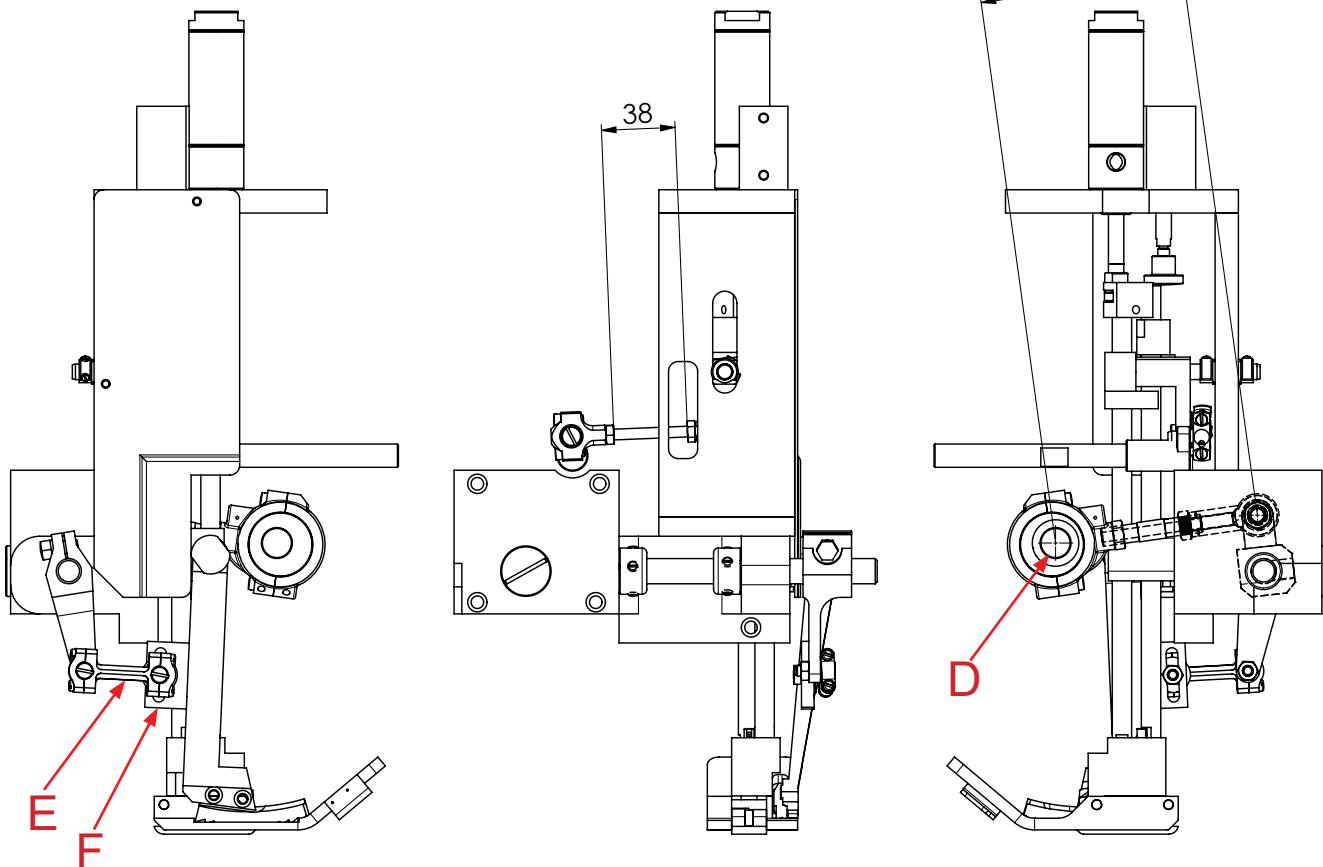

Fig. 3
2. Turn the eccentric (D, Fig. 3) on the main shaft until lower feed and presser foot feed simultaneously.
The stitch length should be adjusted to the lower feed: By pushing the double link (E, Fig. 3) on the upper feed lever (F, Fig. 3) upwards the stitch becomes longer, downwards the stitch becomes shorter.
2. Exzenter (D, Fig. 3) auf Hauptwelle drehen bis Untertransport und Obertransport synchron transportieren.
Die Stichlänge sollte an den Untertransport angepasst sein: Durch Verschieben des Doppelgelenks (E, Fig. 3) am Transporteurhebel (F, Fig. 3) nach oben wird der Stich länger, nach unten kürzer.